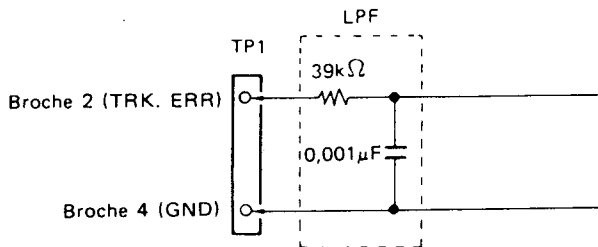

Fig. 9-3
- Observer la forme d'onde à la broche 2 TRK.ERR (erreur de centrage de piste) de TP1 au moyen d'un oscilloscope. Introduire alors un filtre de coupure passe-bas 4 kHz. (Figure 9-3)